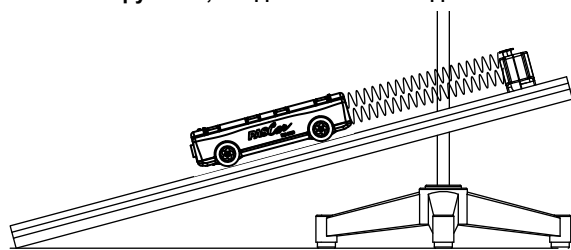

Рис. 5.3. Пружины, соединенные параллельно
- Присоедините две пружины параллельно, как показано на рис. 5.3, и повторите шаг 5.